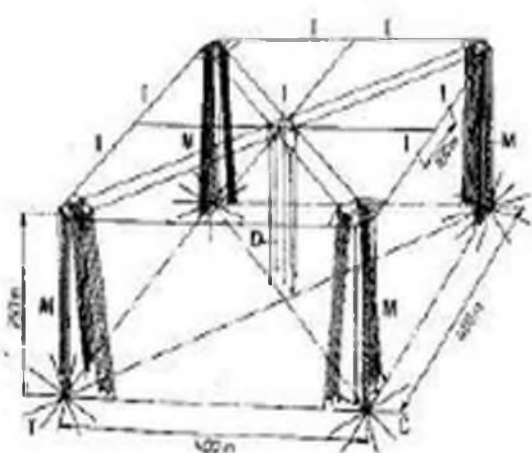

Fig. 2. — Le réseau des antennes.
Dans ce montage, le composant critique est C5 qui devra être de bonne qualité et stable en température afin d'éviter les dérives en fréquence. On choisira donc par exemple un modèle de type MKT, mylar, polyester ou métal film. Le montage pourra se faire sur une plaquette à pastille ou sur un circuit spécialement conçu tel que celui de Eric van de Weyer - VK2KUR (fig. 2 et 3). La dimension en est de (L) 45mm x (l) 28mm x (h) 12mm ; le montage pourra donc être facilement inséré dans votre vieux transceiver. Ce montage a été testé en VK avec de bons résultats et sur de nombreux types de transceivers. Grâce au régulateur 78L05, la tension d'alimentation n'est pas critique et peut être comprise entre 8 et 13,8 V.